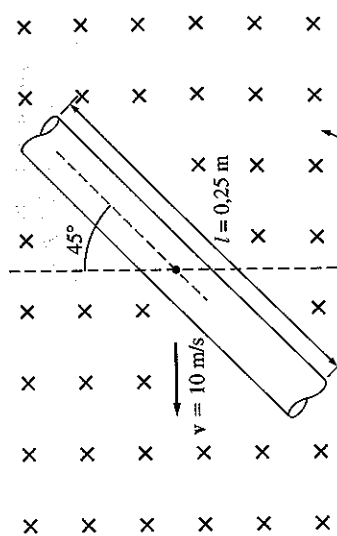

FIGURA P1-7
- 1.10 A Figura P1-7 mostra um fio que se move na presença de um campo magnético. Com a informação dada na figura, determine o valor e o sentido da tensão induzida no fio.